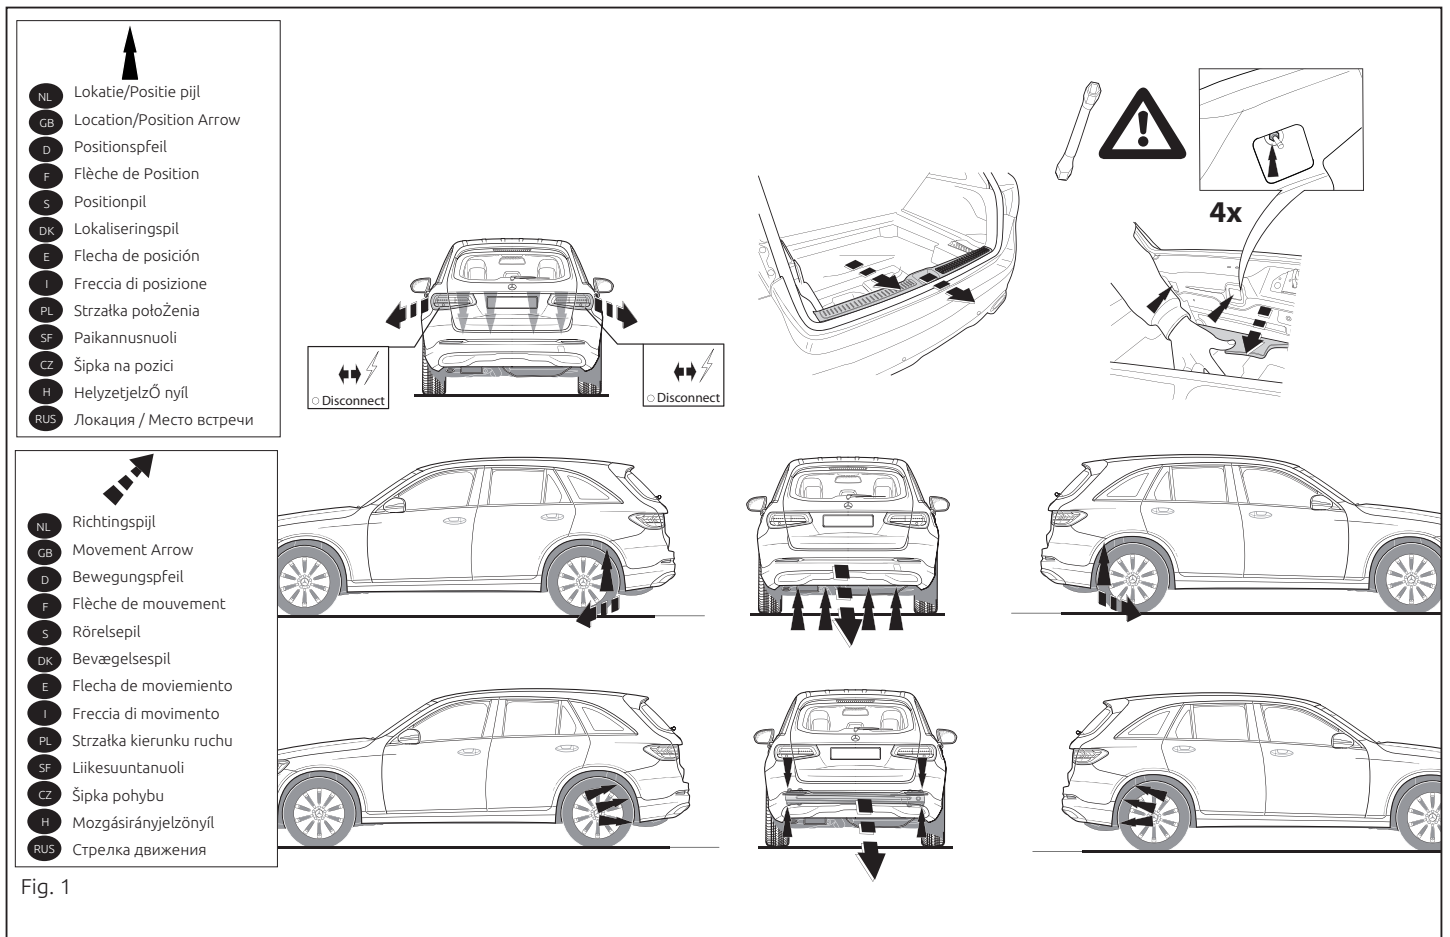

Fig. 1
1. Die Rücklichter abmontieren. Die Stoßstange einschließlich des stählernen Stoßbalkens vom Fahrzeug abmontieren. Der Stoßbalken wird nicht mehr benötigt. Siehe Abbildung 1
1. Démontez les feux arrière. Déposer le pare-chocs du véhicule y compris la traverse en acier ; la traverse ne sera plus utilisée. Voir la figure 1.
1. Demonter baglysenhederne. Demonter kofangeren, inklusive køretøjets stålstødbjælke. Stålstødbjælken skal ikke længere anvendes. Se fig. 1.